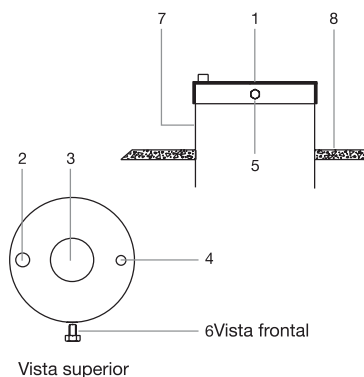

Figura 2: Detalhe da tampa do poço
- » Providencie uma tampa de aço para cobrir a extremidade superior do tubo de revestimento do poço, (Figura 2).